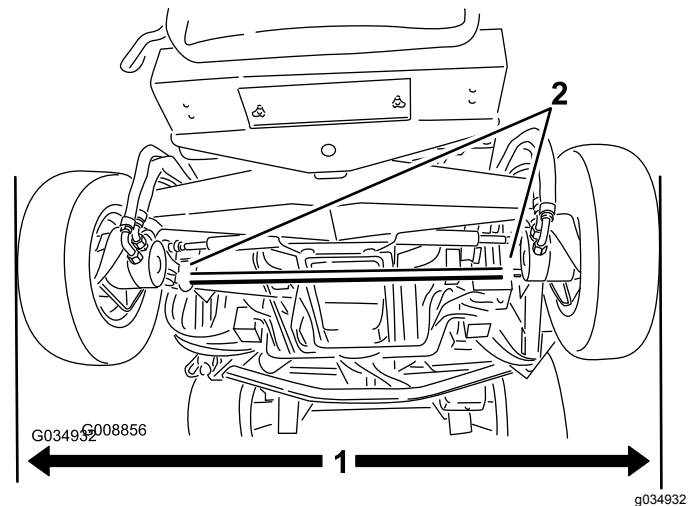

Figura 118
1. Con gli pneumatici posteriori in posizione dritta, misurate la distanza esterna (all'altezza dell'assale) sulla parte anteriore e posteriore degli pneumatici posteriori (Figura 118).
2. Per regolare la convergenza, allentate i morsetti su entrambe le estremità dei tiranti (Figura 118).